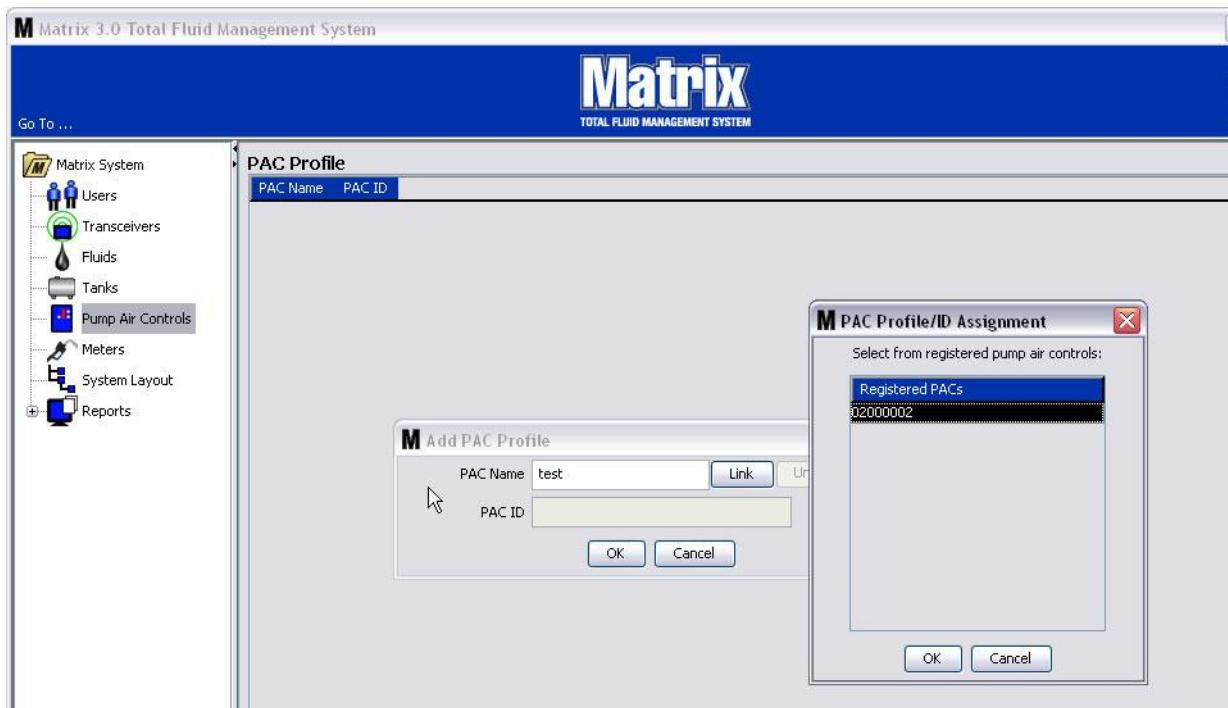

Рис. 81
4. После присвоения имени регулятору пневматического насоса нажмите кнопку «Link» [Связать]. Появится окно «Profile/ID Assignment» [Назначение идентификатора профилю] (Рис. 81). Из списка зарегистрированных регуляторов пневматических насосов выберите требуемый регулятор. Нажмите кнопку «OK» [OK], чтобы закрыть окно и сохранить изменения. Дополнительные сведения о регистрации см. в руководстве пользователя регулятора пневматического насоса. Также предоставлены инструкции в «Приложении А» данного руководства, раздел «Регистрация регулятора пневматического насоса» на стр. 107.